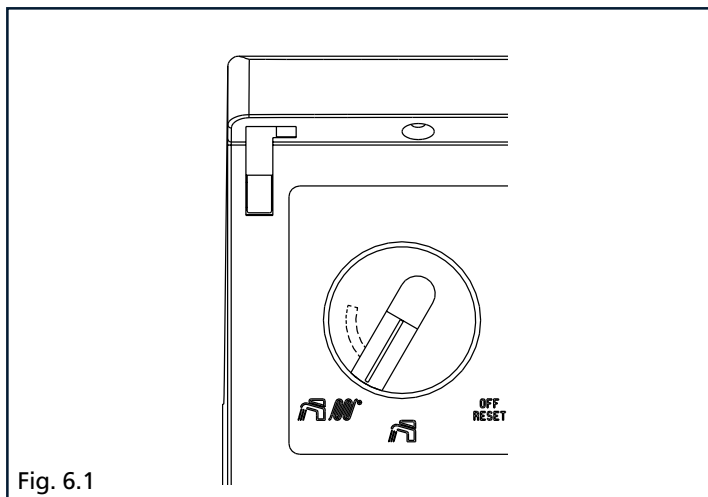

Fig. 6.1
- ruotarlo in senso orario fino a giungere a fine corsa (fig. 6.1).